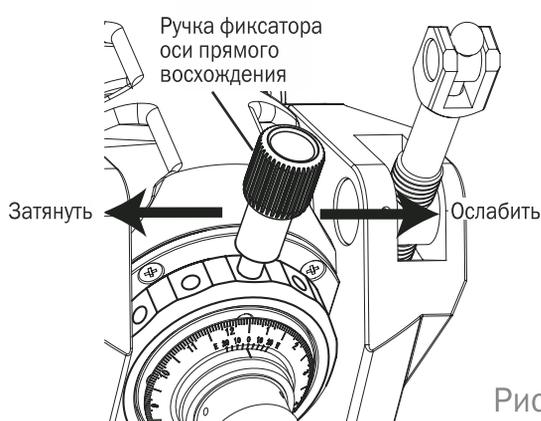

Рис. 1.4b
2. Ослабьте фиксатор оси прямого восхождения, и поверните ось в положение, при котором штанга противовесов направлена вниз (рис. 1.4b).